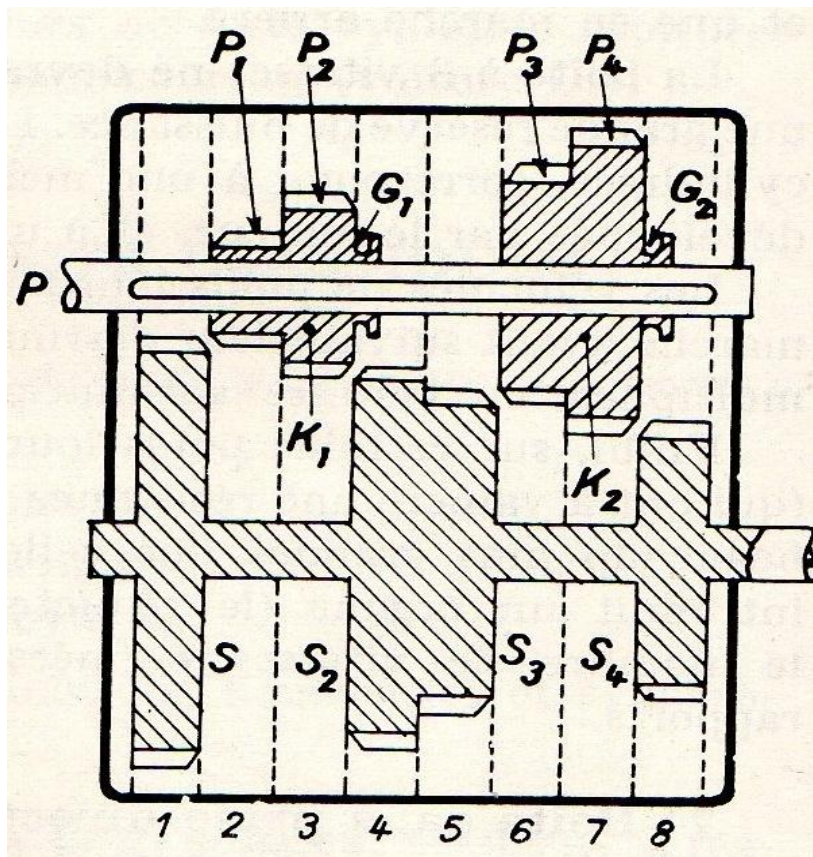

Figure I.2 Boîte de vitesses à baladeurs multiples
- a) Boîte à baladeurs multiples (figure I.2) : La boîte de vitesses à baladeurs multiples présente la même disposition générale avec cette différence que les pignons couissants sont groupés par deux, chaque paire constituant un baladeur k_1, k_2 , qui est commandé indépendamment par une fourchette et un coulisseau distinct ; on a dans ces conditions :
- pour une boîte de 3 vitesses : deux baladeurs, dont un, servant à la première et à la marche arrière. Le calcul des démultiplications obtenues est identique à celui qui est indiqué pour le type de boîte précédent, mais la boîte ne présente qu'un encombrement en longueur égal à $2n l$ (1).